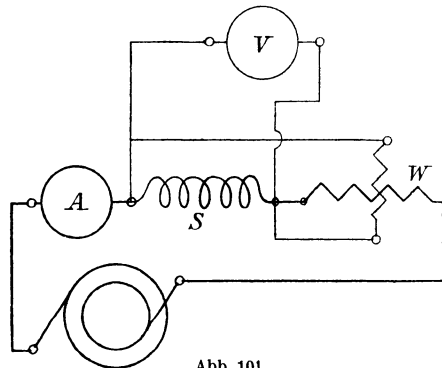

Abb. 101.
243. In den Stromkreis einer Wechselstrommaschine war eingeschaltet (Abb. 101) ein Amperemeter A, eine Spule S, ein Wattmeter W, außerdem ein Voltmeter V. Das letztere zeigt 120 [90] (50) V an, das Amperemeter 10 [12] (5) A, während das Wattmeter 800 [1000] (200) W angab. Wie groß ist hiernach: